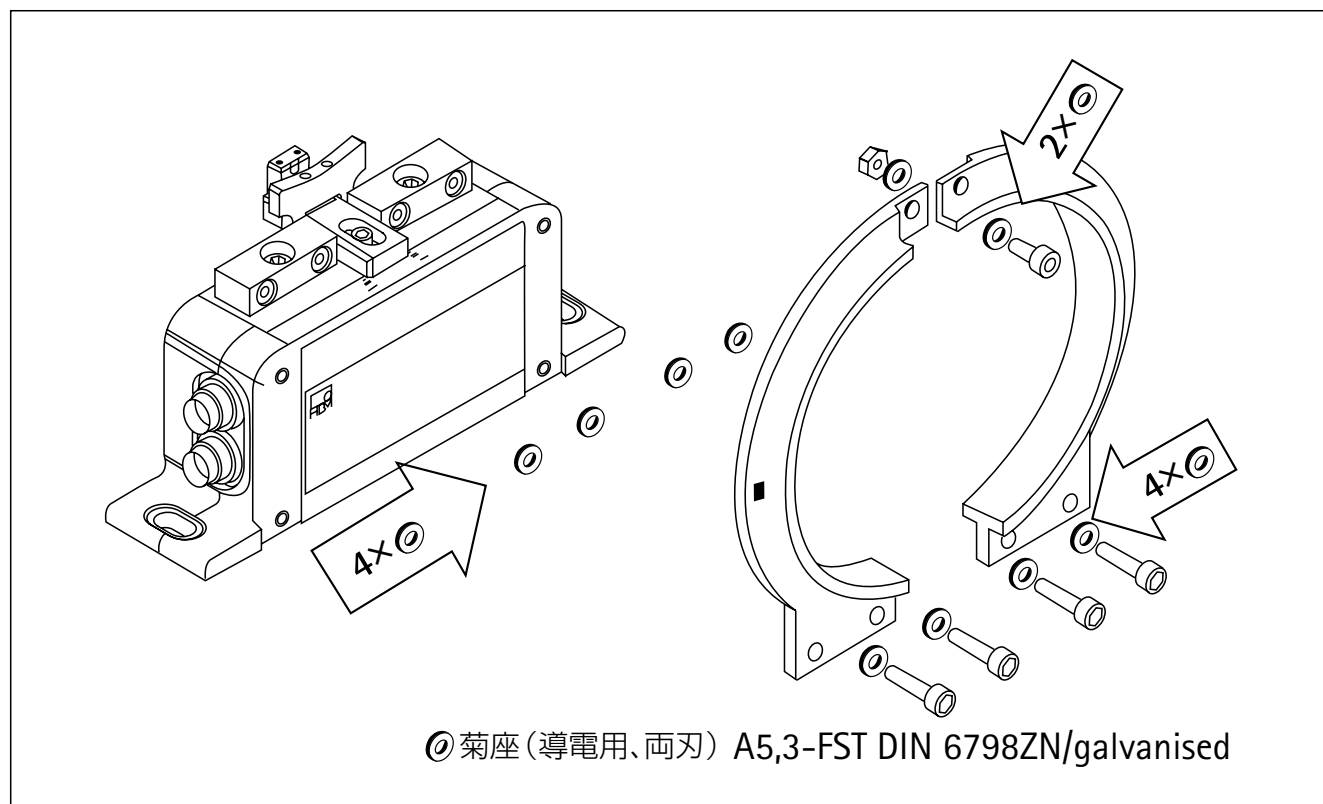

図3.2 : アンテナ部のネジによる接続
- ①アンテナ上部のM5ネジをゆるめ外して下さい。その際きく座をなくさないようにして下さい。
- ②スタータを設置する水平及び垂直方向に調整可能な取付板を使用して下さい。まだネジは、閉めないで下さい。
③ではずしたアンテナを六角穴付きボルト、きく座と共にステーター上のもとの位置へ戻して下さい。図3.2で示された全ての部位において、最良な電氣的接続を確保する為にきく座が必要ですから十分にご注意下さい。ナットは、まだ閉めないで下さい。